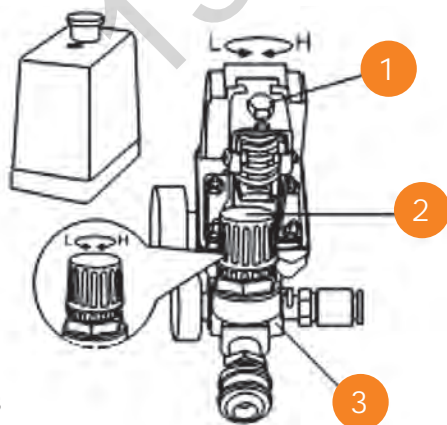

Рис. 3
- Номінальний тиск встановлено на заводі. Зміна цього значення має бути проведена акуратно, при вимкненому двигуні (Рис. 3).
- Вихідний тиск повітряного компресора можна регулювати за допомогою регулюючого клапана (Рис. 3).